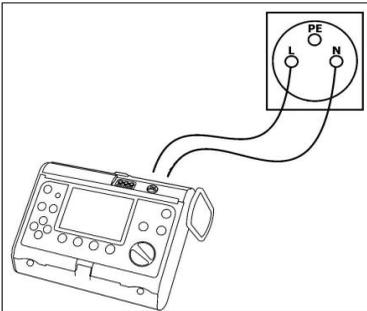

Abb. 18. Anschließen des Messgeräts
- schließen Sie das Messgerät per Kabel gemäß Abb. 18 an die Netzbuchse auf der Tafel an,